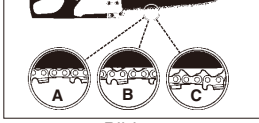

Bild. 5
**VORSICHT:** Wenn die Sägekette ZU LOCKER oder ZU STRAFF ist, nutzen sich die Zähne, die Schiene, die Kette und das Kurbelwellenlager schneller ab. Bild. 5 informiert über die richtige kalte Spannung (A) und warme Spannung (B), und dient als Anleitung für weitere Einstellungen der Sägekette (C).